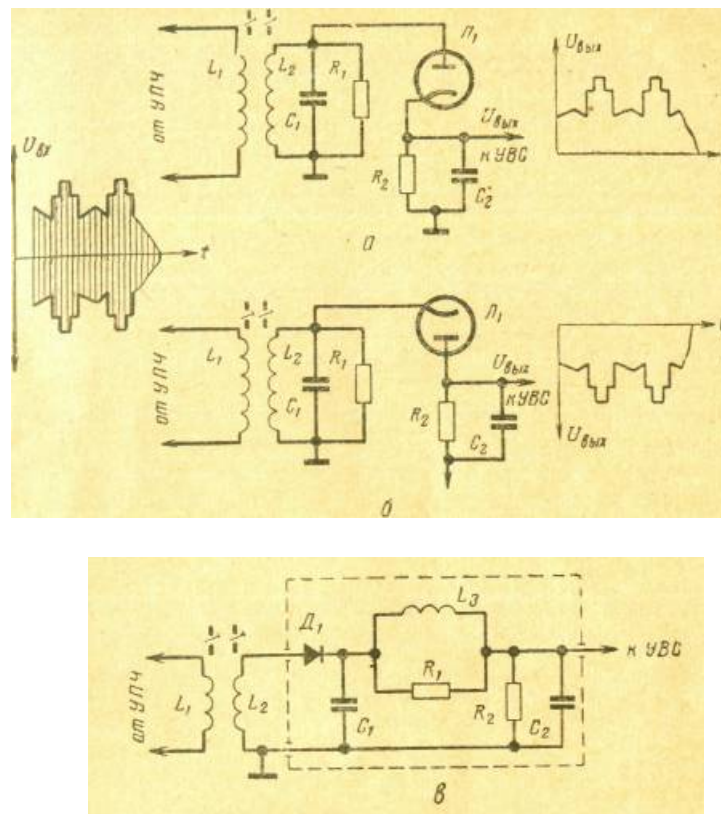

Рис. 13. Схемы видеодетекторов
На рис. 13,а и б показан вид сигнала до и после детектора. После детектора остается чистый видеосигнал без высокочастотного заполнения. В зависимости от схемы телевизионного приемника может потребоваться «а выходе видеодетектора сигнал разной полярности. В схеме (рис. 13,о) на резисторе нагрузки R_2 выделяется положительный (позитивный) сигнал, а в схеме (рис. 13,б) — отрицательный (негативный) сигнал.
-я распределенной емкостью монтажа. В других — для подавления промежуточной частоты и ее гармоник на выходе видеодетектора включают специальный высокочастотный фильтр (рис. 13, в). Здесь используется то "звойство, что для низких частот катушка индуктивности L_3 представляет собой малое сопротивление, а для высоких — большое. Наоборот, конденсаторы C_g и C_i представляют собой малое сопротивление для высоких частот и большое для низких. Кроме того, катушка индуктивности L_3 и конденсатор C_2 представляют собой контур : последовательным резонансом на промежуточной частоте (при последовательном резонансе сопротивление контура равно нулю). Совокупность этих закономерностей обеспечивает хорошее прохождение через фильтр видеосигнала и сигналов звукового сопровождения и задержку промежуточной частоты и ее гармоник.